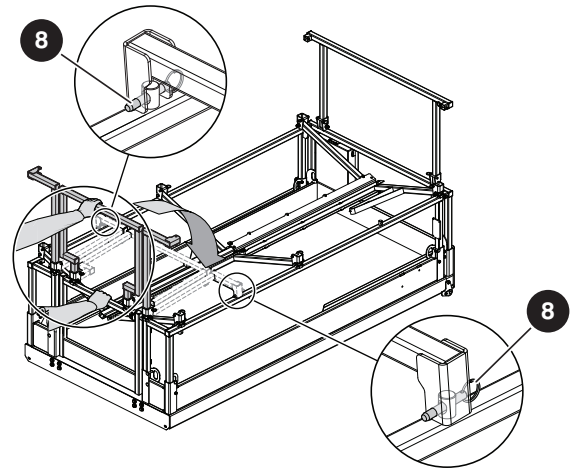

Abbildung 3-22. Klappen Sie die rückseitige Tür nach unten.
8. Halten Sie das mittlere Geländer mit einer Hand und klappen Sie die hintere Tür mit der anderen Hand nach unten. Beachten Sie für die Handpositionen Abbildung 3-22. Verriegeln Sie sie durch Installation der Bolzen ⑧. Sicherstellen, dass die Arretierkugel des Bolzens vollständig durchgesteckt ist.
9. Entfernen Sie die Verriegelungsbolzen von Verlängerungsschutzgeländer ⑨. Halten Sie das mittlere Geländer mit einer Hand und klappen Sie das Schutzgeländer mit der anderen Hand nach unten (die Handpositionen können Sie Abbildung 3-22 entnehmen). Setzen Sie dem Bolzen ⑩ zum Befestigen des Schutzgeländers am Montagepfosten ein. Sicherstellen, dass die Arretierkugel des Bolzens vollständig durchgesteckt ist.